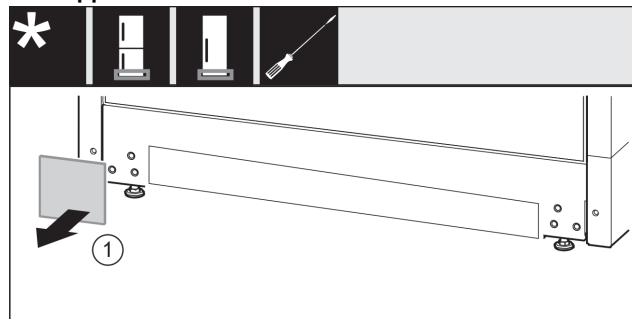

Fig. 17
- Tag afdækningen Fig. 17 (1) af.